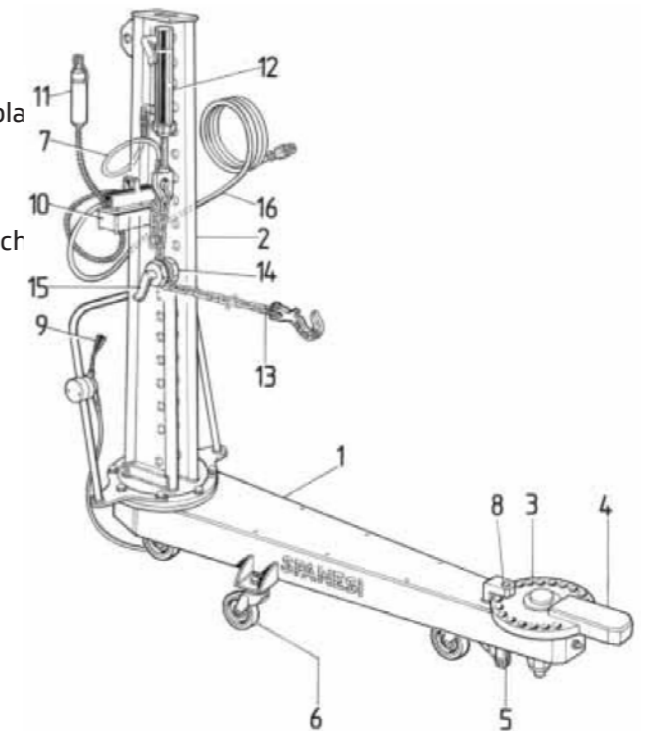

FIGURE 3: Brazo de tiro orientable
Las partes fundamentales del sistema con brazo de tiro son (fig. 3):
El brazo de tiro orientable (Figure 3) está constituido fundamentalmente por un montante (2) abisagrado al cuerpo horizontal y orientable. El montante es puesto en tensión por un gato oleodinámico a simple efecto (12 - fig. 3).
La carrocería del vehículo que se debe poner en tracción, se engancha con una cadena de resistencia adecuada (13 - fig. 3) que se conecta a la polea (14) que, mediante el perno (15), se puede calibrar en altura y bloquear en una posición.